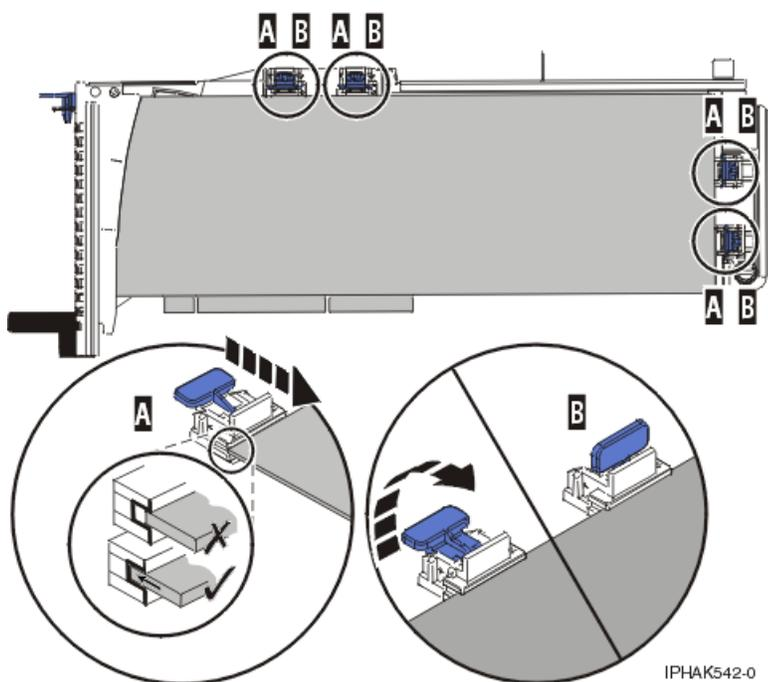

Figure 54. Carte longue dans la cassette de cartes PCI avec supports et stabilisateur en place
- 3) Placez et verrouillez les crochets de retenue (B). Voir figure 54.